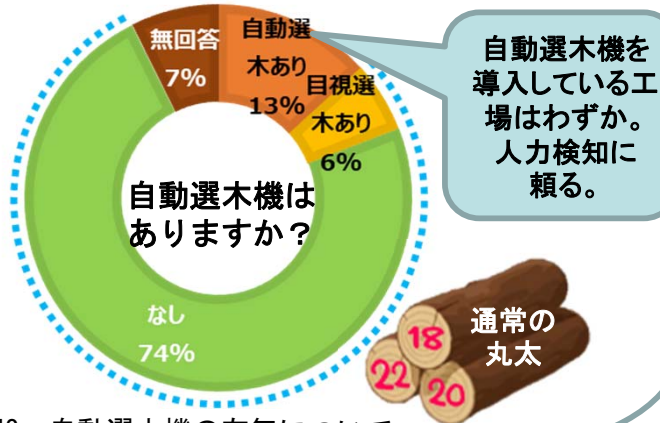

図2 自動選木機の有無について
- 2022年8月～11月に送付した調査票には、①製材工場にとってのメリット（検知の負担を短縮でき、工場まで届く時間が短くなる可能性）、②デメリット（丸太は色分けのみで径級が書いていない）、③2021年までの実証結果（ICTハーベスタの検知と人力検知の差は材積で1～2%）を示しました。
- 68社から回答を得た結果として、現状では人力検知に頼る工場が多い(図2)一方、今後はICTハーベスタの丸太を「問題なく受け入れる」「一度試してみたい」との回答が6割を占めました(図3)。